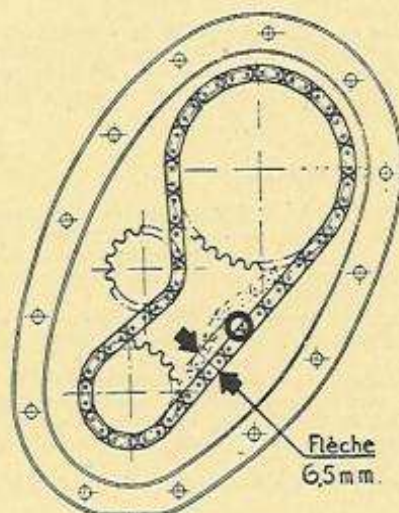

Fig. 23. — Flèche de la chaîne.
- 4° Ressermer le contre-écrou (4) et remonter le dispositif d'étanchéité. La flèche maximum de la chaîne doit être de 6,5 mm (fig. 23).